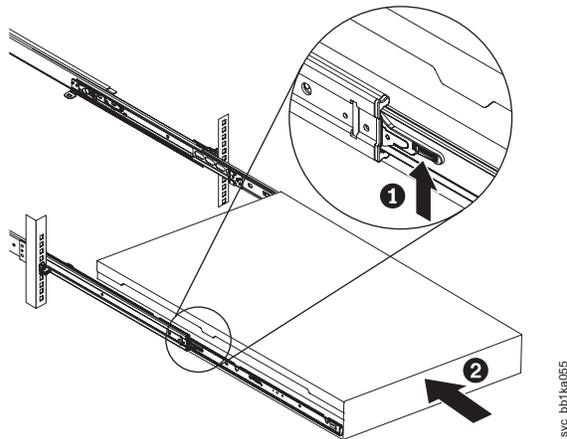

図 139. ラックのスライド・レールの SAN ボリューム・コントローラー 2145-CF8 または 2145-CG8 ロック・レバーを上げる
9. スライド・レール上のロック・レバー (図 139 の **1**) を上げて、サーバー **2** を、所定の位置にカチッと音を立てて収まるまで、ラック内に完全に押し込みます。